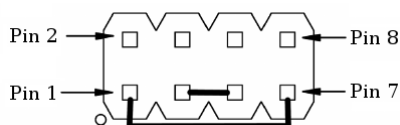

Рисунок 3.3. Включение режима loopback порта RS485 на ОМ Салют-ЭЛ24Д2 r1.1
- для модуля Салют-ЭЛ24Д2 r1.1 — вилка XP1, см. рисунок 3.3.